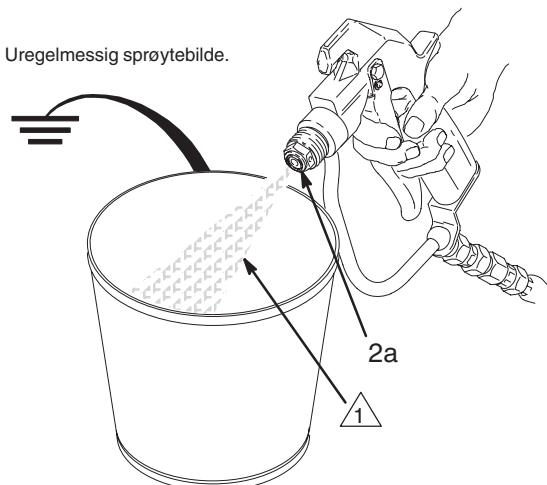

Fig. 5
4. Rett pistolen ned i et jordet metallspann og hold den godt mot siden av spannet. Trekk inn avtrekkeren. Hvis væsken som strømmer ut **ikke er** brutt opp i en uregelmessig strøm, må hele sete-/nålesettet skiftes straks. Se Fig. 5.